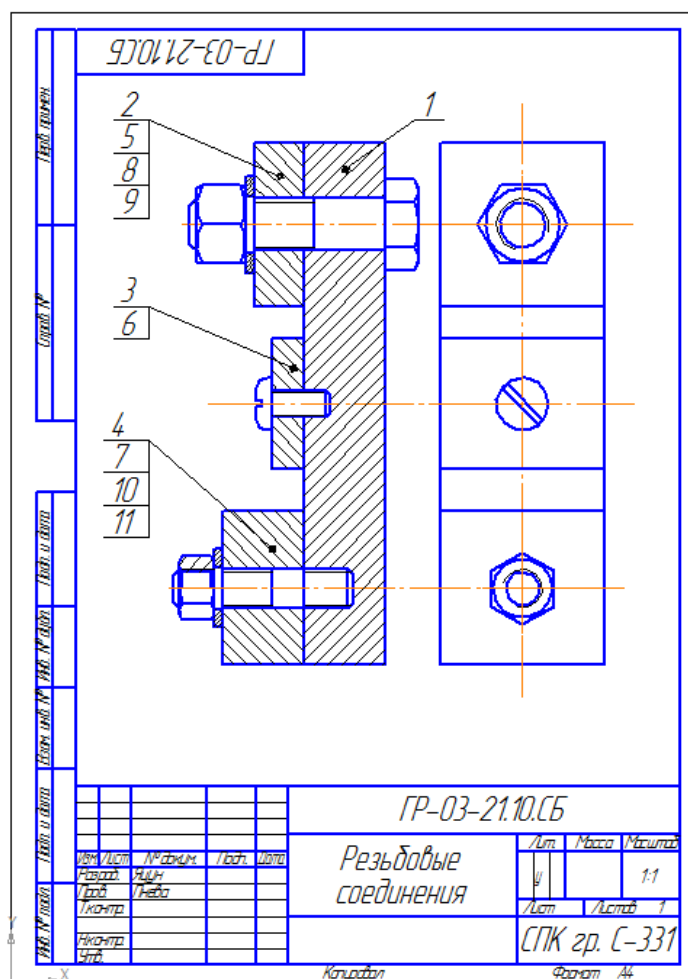

Рисунок 4 - Образец выполнения РП3.
10. Образец выполнения графической работы показан на рис.4.
1,4,7,10	Перечертить изображение деталей рис.4 Изобразить упрощенно по ГОСТ 2.315-68 соединения деталей болтом М12 (ГОСТ 7798-70), винтом М8 (ГОСТ 1491-72) и шпилькой М10 (ГОСТ 11765-66). Учесть, что деталь, в которую завинчивается винт и шпилька, выполнена из чугуна.
2,5,8	Перечертить изображение деталей рис.4. Изобразить упрощенно по ГОСТ 2.315-68 соединения деталей болтом М16 (ГОСТ 7798-70), винтом М6 (ГОСТ 1491-72) и шпилькой М12 (ГОСТ 11765-66). Учесть, что деталь, в которую завинчивается винт и шпилька, выполнена из стали.
3,6,9	Перечертить изображение деталей рис.4. Изобразить упрощенно по ГОСТ 2.315-68 соединения деталей болтом М12 (ГОСТ 7798-70), винтом М8 (ГОСТ 1491-72) и шпилькой М10 (ГОСТ 11765-66). Учесть, что деталь, в которую завинчивается винт и шпилька, выполнена из чугуна.